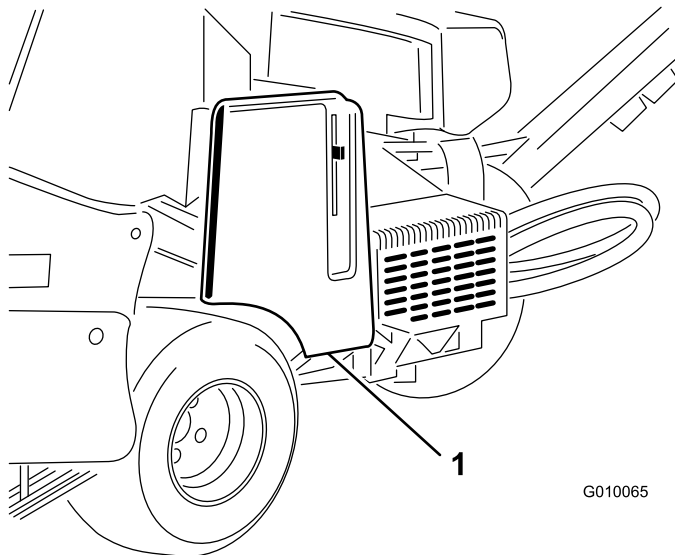

图55
2. 拔掉并取下皮带罩 图55。
2. 松开锁闩并取下皮带罩图55。